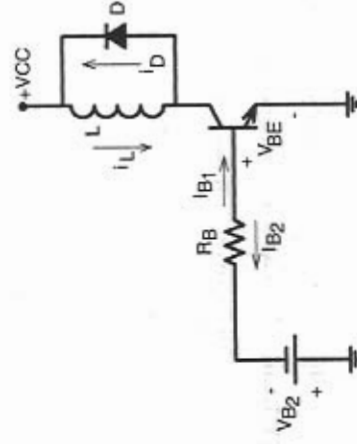

Fig. 5.5: Transistor bloqueado.
- 1ª etapa: transistor bloqueado (Fig. 5.5).